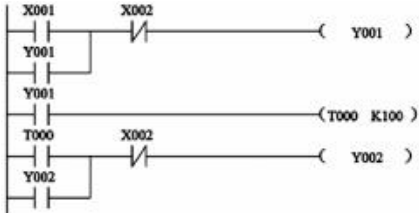

图 1 套用典型的启-保-停电路程序段
①本控制系统有 Y001 和 Y002 两个输出,还有一个定时器 T000,同时考虑到电动机甲启动后定时器才开始定时,定时器定时时间到时电动机乙才运转,故本梯形图应该有 3 级阶梯—第 1 级阶梯控制 Y001、第 2 级阶梯控制 T000、第 3 级阶梯控制 Y002。
②电动机的启动与停止,可以直接套用典型的启-保-停电路程序段。不过本例中要注意:Y001 的启动条件是 X001 闭合,Y002 的启动条件是 T000 闭合;而 T000 的控制条件是 Y001 闭合,定时值 $K=10s\div 0.1s=100$,如图 1 所示。